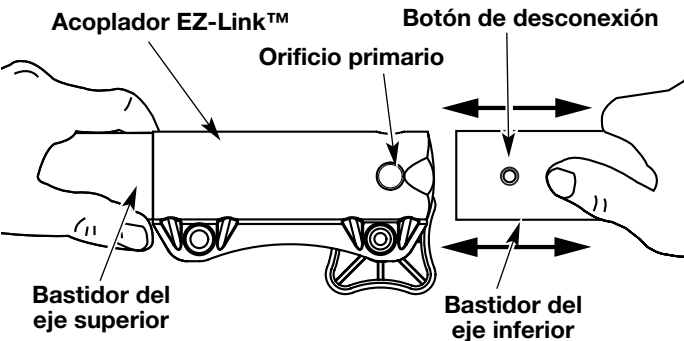

Fig. 10
2. Mientras sostiene el accesorio con firmeza, empújelo en línea recta en el acoplador EZ-Link™ (Fig. 10).